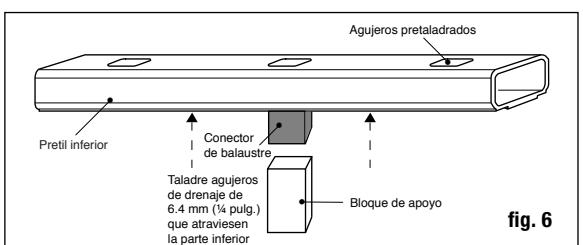

fig. 6
Paso 7 Encuentre el centro de la cara inferior del barandal inferior y sujetelo el conector de balaustre incluido al bloque de apoyo usando el tornillo incluido. Consulte los requisitos del código de construcción para ver el espacio máximo entre la superficie de la terraza y la parte inferior del barandal; recomendamos 7.6 (3 pulg.) pero puede ser menos si lo desea. Si es necesario, recorte el bloque de apoyo a la altura determinada (fig. 6) **Taladre dos agujeros de drenaje de 6.4 mm (1/4 pulg.) que atraviesen la parte inferior del larguero, para evitar la acumulación de agua. Centre los agujeros de drenaje entre las posiciones de dos balaustres, ya que el balaustre puede bloquear el canal y evitar que el agua se drene correctamente.**